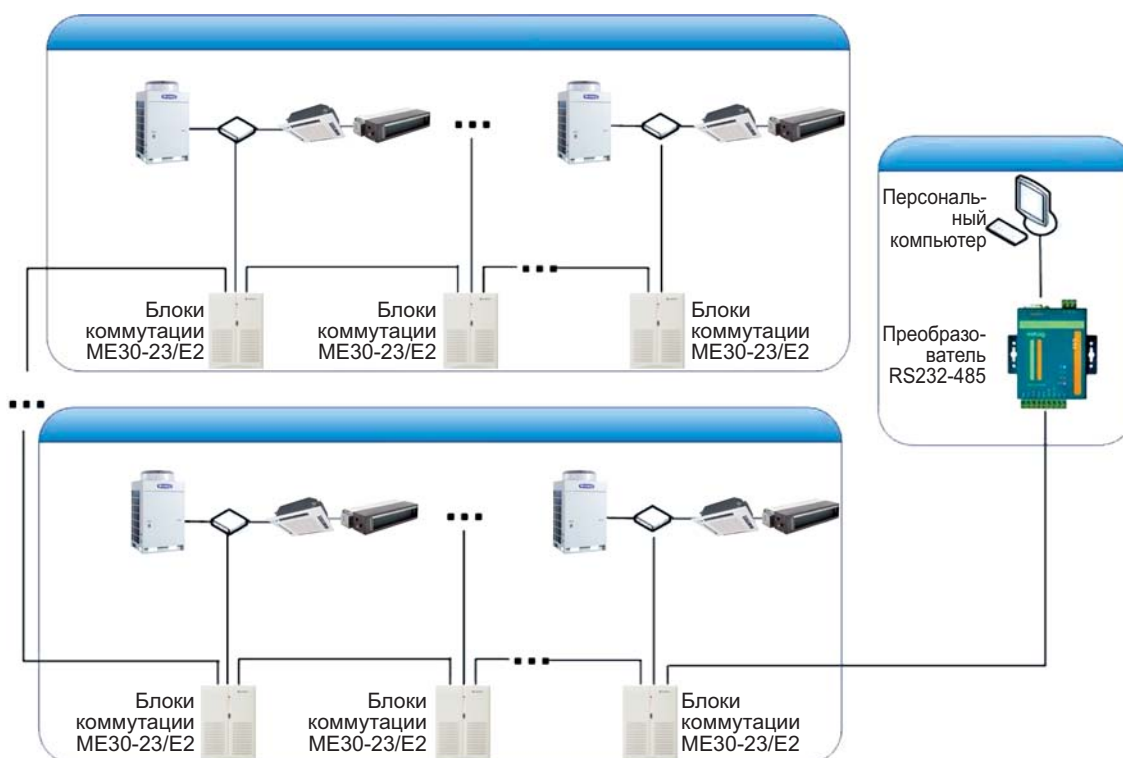

Рис. 7.12
7.4.3 Для подключения к ПК используется преобразователь интерфейса RS232-485 и блок коммутации (см. рис. 7.12).